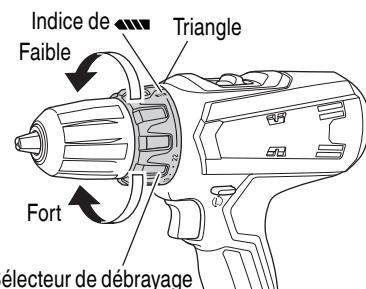

Fig. 11
6. Vérification de la position du sélecteur de débrayage (Voir Fig. 11).
**(2) Indication du couple de serrage (Voir la Fig. 11)**
**(3) Réglage du couple de serrage (Voir Fig. 11)**